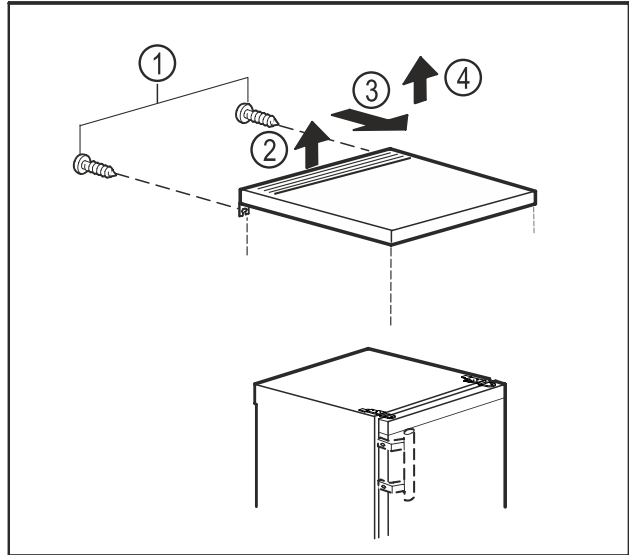

Fig. 10
- ▶ Fjern skruerne på bagsiden. Fig. 10 (1)
- ▶ Løft bordpladen bagtil. Fig. 10 (2)
- ▶ Skub bordpladen fremad. Fig. 10 (3)
- ▶ Løft bordpladen op og væk. Fig. 10 (4)